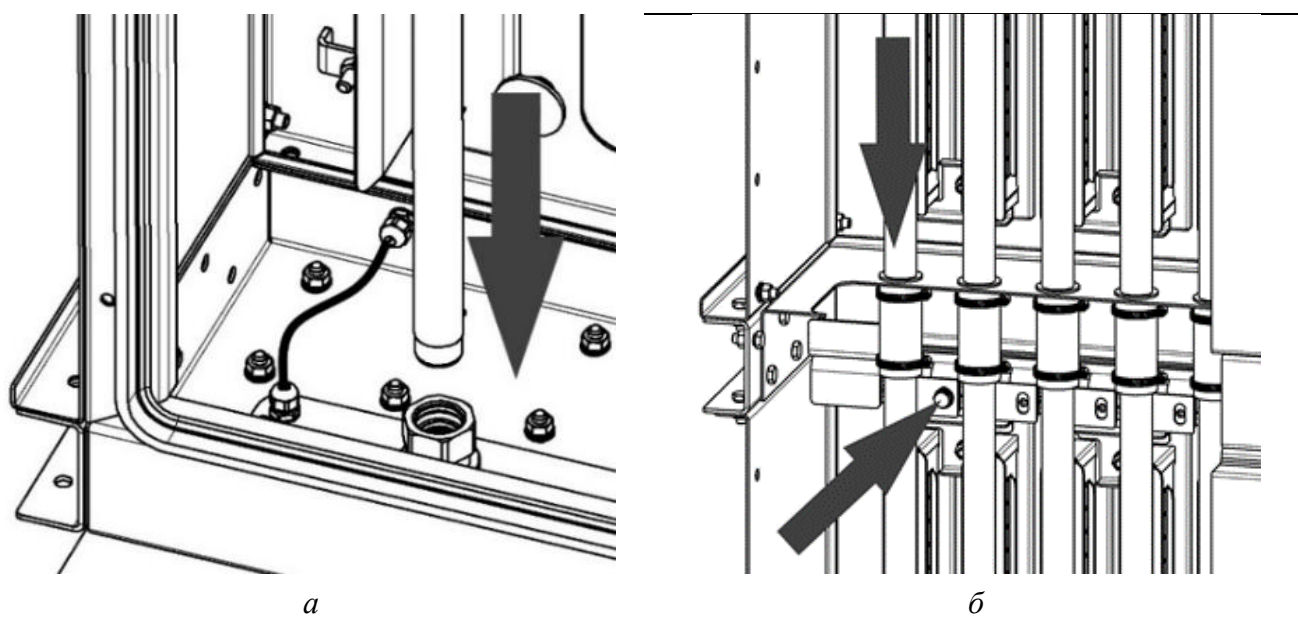

Рисунок 14
5.3.19 Завести продувочные трубки внутрь камеры очищенного газа и установить в соединительные гайки (рисунок 14а).